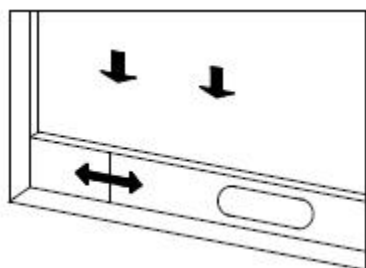

Figure 2
1) Ouvrez la fenêtre à moitié, et fixez la plaque de fixation de fenêtre (comme illustré dans les Fig. 2 et 3). Les composants peuvent être installés à la verticale ou à l'horizontale.